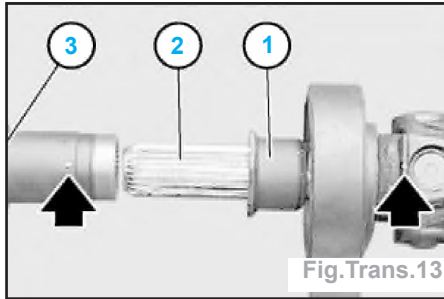

Fig. Trans. 13
- Glisser la bague filetée (1) sur l'arbre (2) (Fig. Trans. 13).